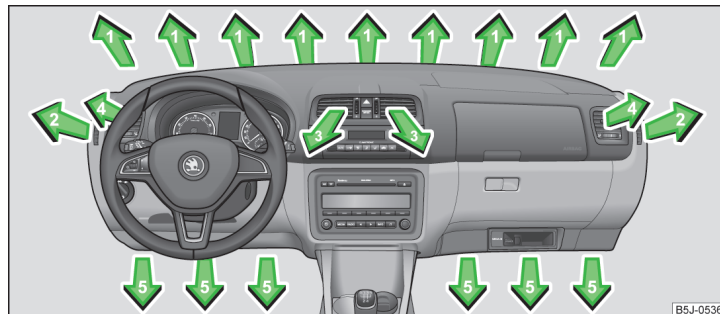

Fig. 94 Difusores de aire
En los difusores de aire 3 y 4 » fig. 94 se puede modificar el sentido de la corriente de aire, y los difusores se pueden también cerrar y abrir individualmente.
► Gire la rueda vertical (difusores de aire 3) » fig. 94 o la rueda horizontal (difusores de aire 4) a la posición
► Gire la rueda vertical (difusores de aire 3) » fig. 94 o la rueda horizontal (difusores de aire 4) a la posición 0.
- Mueva las láminas horizontales con el ajustador deslizante para cambiar la altura del flujo de aire » fig. 94.
Recomendamos dejar los difusores de aire 3 » fig. 94 de la página 89 en posición abierta en todos los modos de servicio.